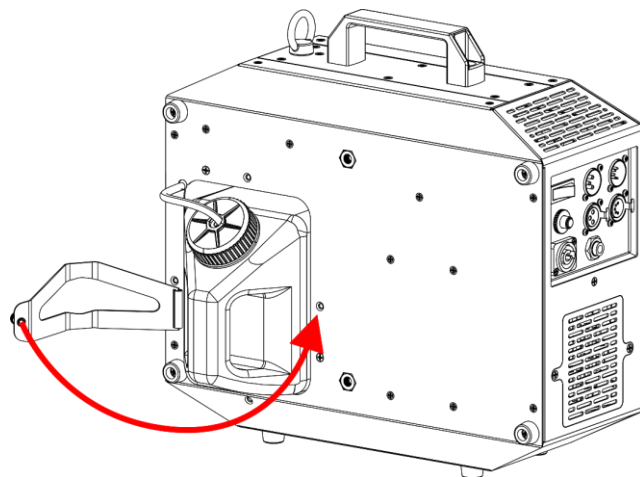

Fig. 23
- 18) Kantel de **beugel voor de vloeistoftank (03)**, zoals getoond in Fig. 23.